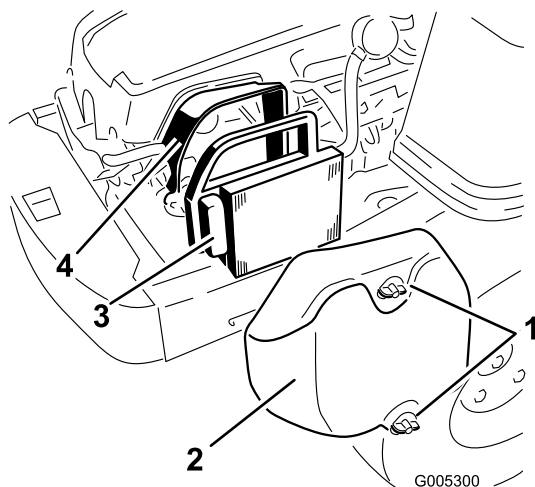

Figura 23
1. Retire la tapa del limpiador de aire (Figura 23).
2. Retire el elemento limpiador de aire con la junta de goma integral (Figura 23).
5. Instale el elemento del limpiador de aire con el lado plisado hacia fuera, y asiente la junta de goma en los bordes de la base del limpiador de aire (Figura 23).
6. Vuelva a instalar la tapa del limpiador de aire y fíjela con los dos pomos (Figura 23).